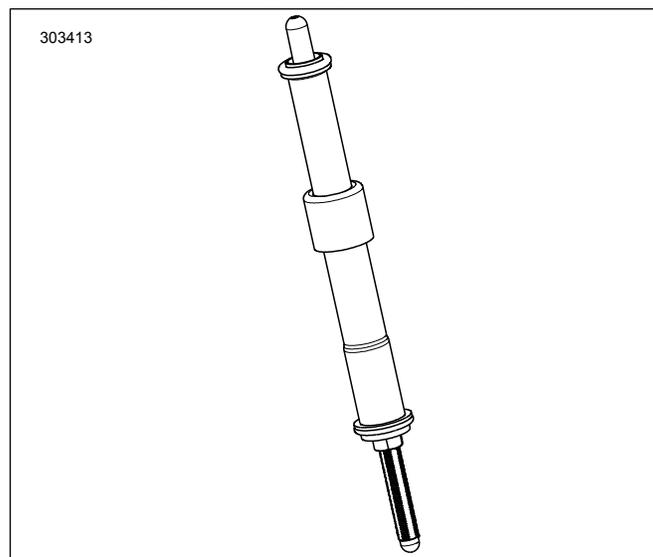

Figure 4. Tige de poussée posée dans le couvercle de tige de poussée
7. Figure 4 Installer les tiges de culbuteur d'admission dans les caches de tige de culbuteur. Remplacer les joints toriques, le couvercle de tige de poussée inférieur et l'arrêtoir de couvercle de ressort par les composants neufs fournis dans le kit. Veiller à ce que l'extrémité de réglage de la tige de poussée soit dirigée vers le bas.